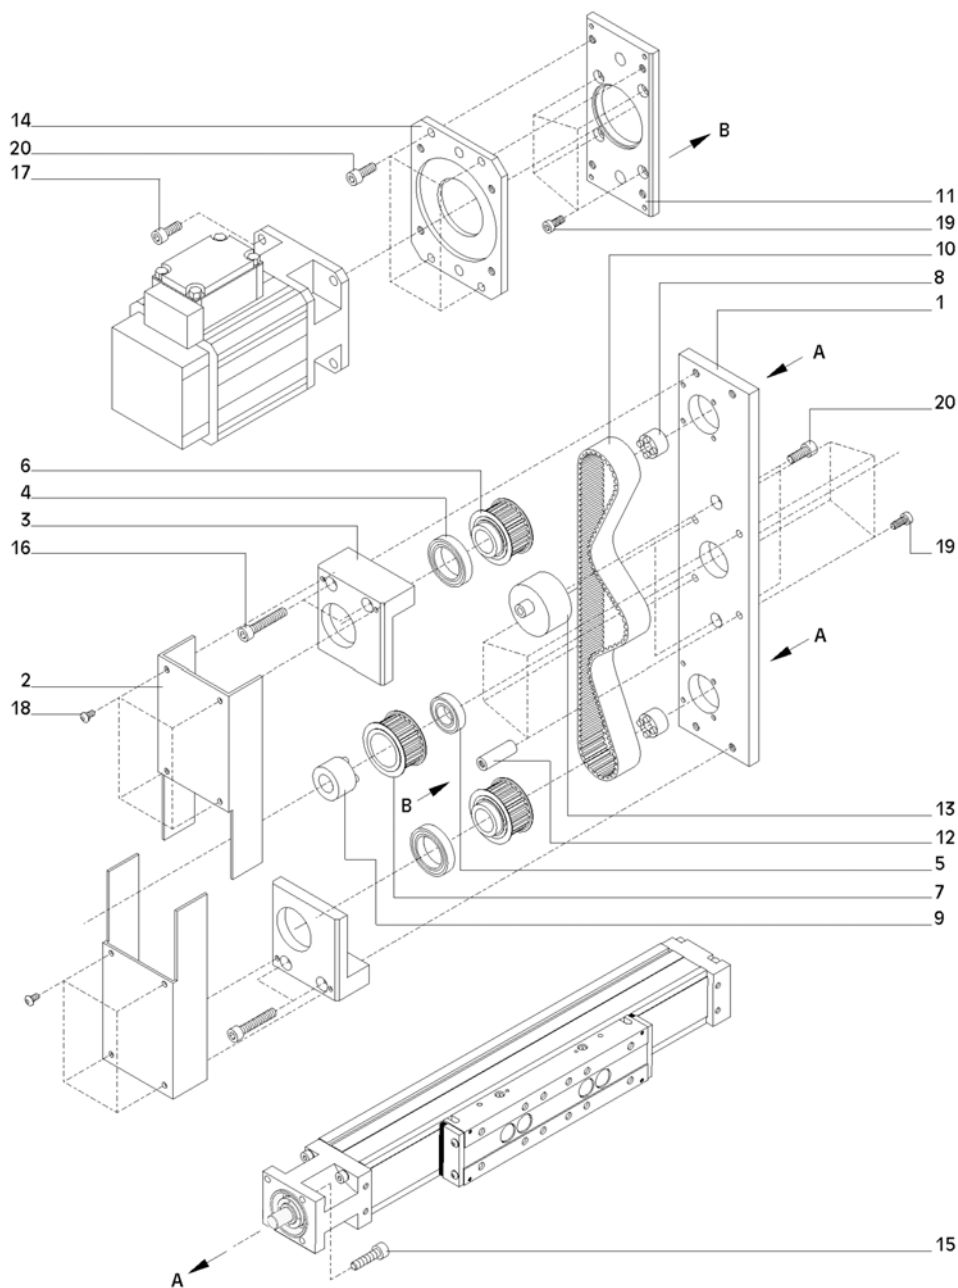

Fig. 12: Azionamento parallelo a cinghie PRT40
1. **Fig. 12:** Fissare i moduli lineari alla lastra base (1) con le viti a testa cilindrica (15).
2. Fissare le pulegge sincrone (6) con i calettatori (8) all'alberino di azionamento dei moduli lineari (distanza tra pulegge sincrone e lastra base pari a 1 mm).
3. Fissare senza stringere i rulli a eccentrico (13) con le due viti a testa cilindrica (17) alla lastra base.
4. Inserire la cinghia dentata (10).
5. Fissare i supporti dei controcuscinetti (3) con le due viti a testa cilindrica (16) alla lastra base.
6. Fissare alla lastra base la lastra di fissaggio (11) con i bulloni di arresto (12) e le otto viti a testa cilindrica (19).
7. Fissare il motore con quattro viti a testa cilindrica (20) alla flangia intermedia (14).
8. Fissare la puleggia sincrona (7) con il calettatore (9) all'albero motore (distanza tra puleggia sincrona e lastra base pari a 1 mm; coppia di serraggio delle viti del calettatore DKWN dipendente dal diametro interno (vedi tabella Capitolo 10 "Dati tecnici").
9. Inserire il motore con la puleggia sincrona nella cinghia dentata e fissare la flangia intermedia con le quattro viti a testa cilindrica (20) alla lastra di fissaggio.
1. **Fig. 12:** Tensionare la cinghia dentata con i rulli di tensionamento a eccentrico (coppia di tensionamento dei rulli 6 Nm).
2. Fissare le coperture in lamiera (2) con le viti con calotta (18).